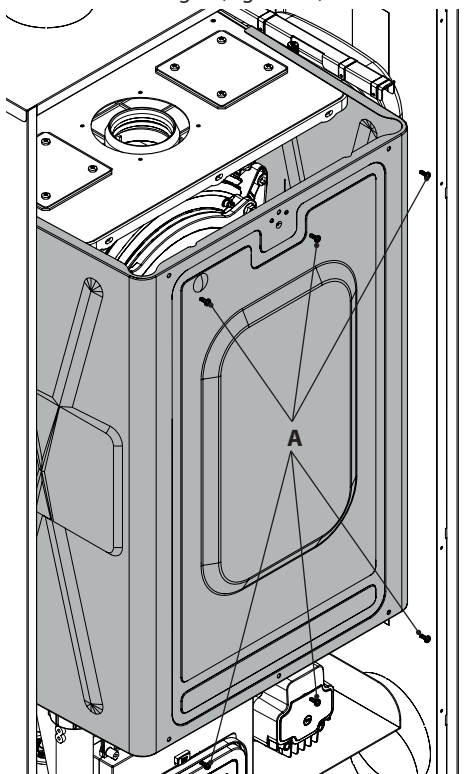

Figura 9.7
- Svitare le viti **A** e rimuovere la parete mobile della camera stagna (Figura 9.7).